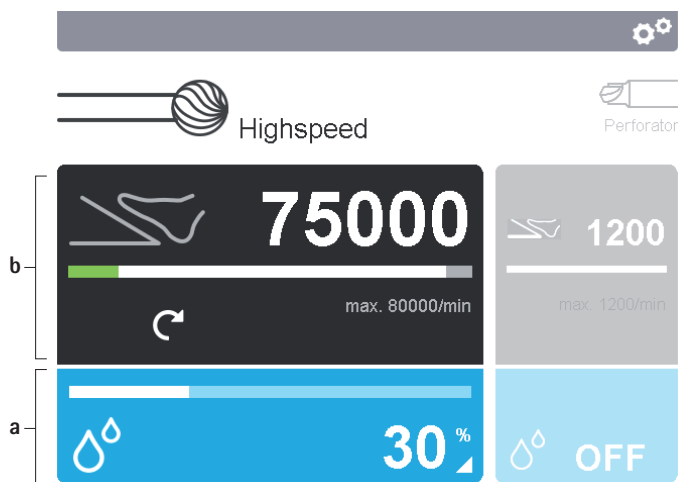

Fig. 5 Ativar painéis de comando
- ▶ Alterar parâmetros de configuração da unidade de aplicação: Premir o painel de comando da unidade de aplicação **b** no mostrador 2, ver Fig. 5.